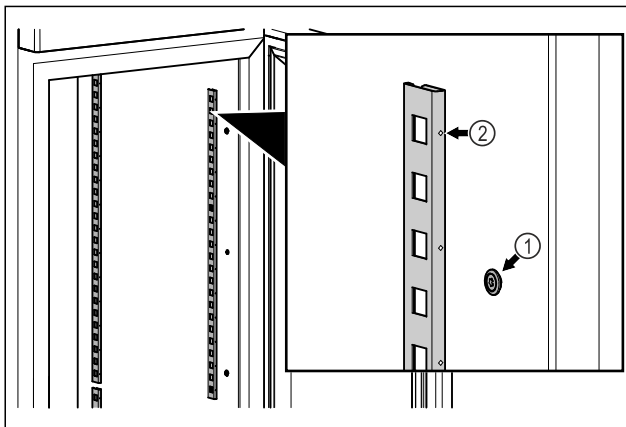

Fig. 54 Ενδεικτική απεικόνιση
- Αναρτήστε τα προφίλ ασφάλισης στην ανάρτηση Fig. 54 (1). Το σημάδι Fig. 54 (2) πρέπει να δείχνει προς τα εμπρός.